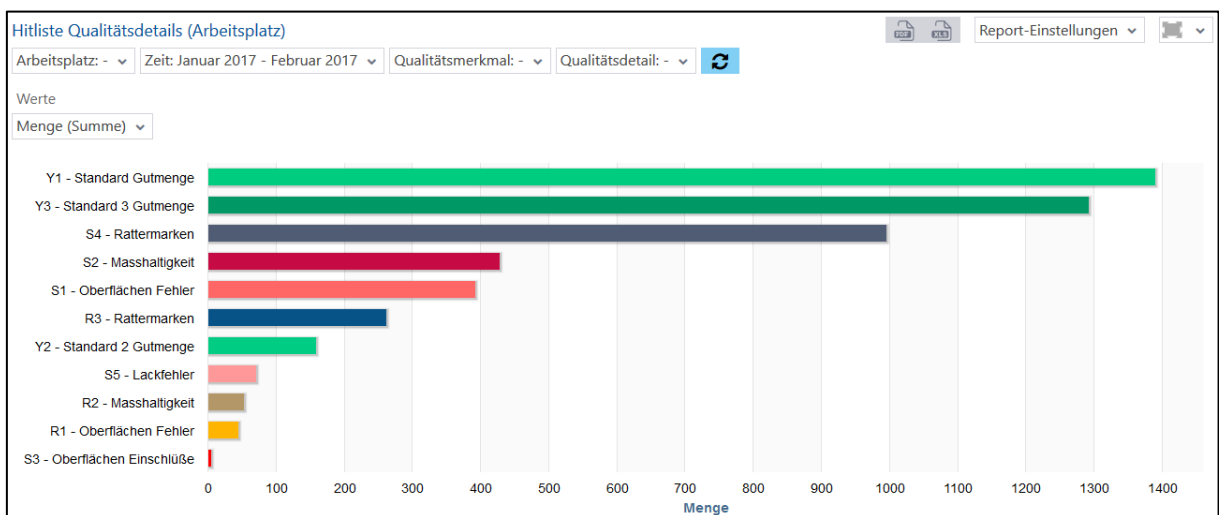

Bild 105: Hitliste Qualitätsdetails (Arbeitsplatz) als Balkendiagramm
- Hitliste Qualitätsdetails (Arbeitsplatz) als Balkendiagramm (Bild 105): Qualitätsdetails mit genauer Mengenangabe für jedes Detail, nach Häufigkeit sortiert. Die Mengenangabe bezieht sich auf die Häufigkeit des Details für alle ausgewählten Arbeitsplätze.